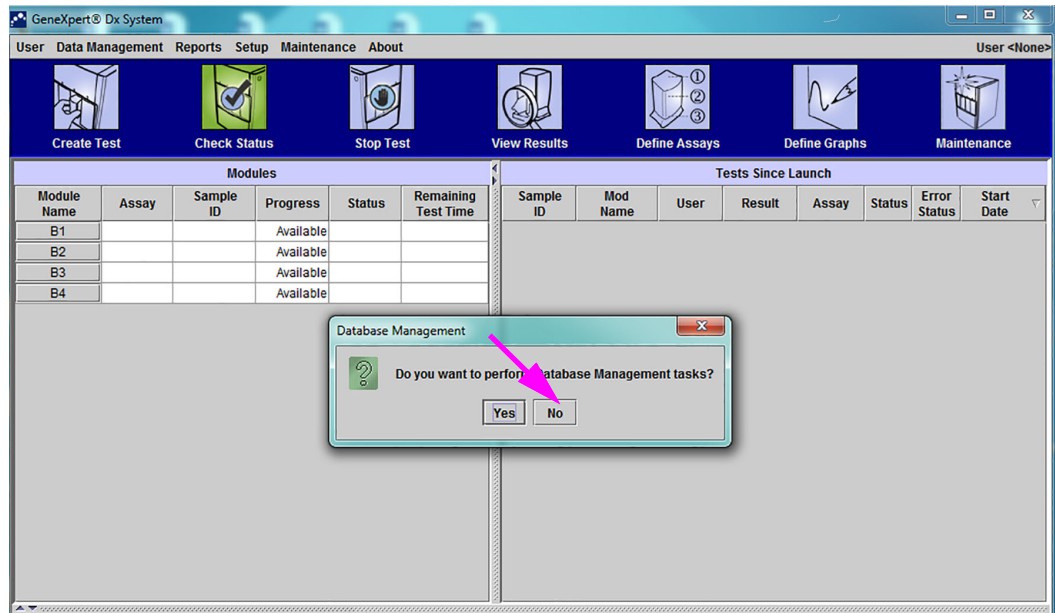

Figura 2-53. Fereastra sistemului GeneXpert Dx cu caseta de dialog Gestionare bază de date suprapusă
1. În caseta de dialog Alocare instrument (Assign Instrument), faceți clic pe **OK** pentru a confirma alocarea literei/literelor instrumentului, care închide caseta de dialog. Apare caseta de dialog Gestionare bază de date (Database Management) (consultați Figura 2-53).